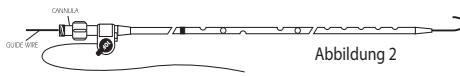

Abbildung 2
- Schieben Sie den Katheter zusammen mit der Kanüle auf einen geeigneten Führungsdräht und führen Sie ihn in das Gallengangsystem ein. Entnehmen Sie die Versteifungskanüle aus dem Katheter und schieben Sie den Katheter über den Führungsdräht in die gewünschte Position vor. Der Katheter kann mit einem Führungsdräht der Größe 0,97 mm verwendet werden. Siehe Abbildung 2. Die Position sollte mit Hilfe eines bildgebenden Verfahrens bestätigt werden.